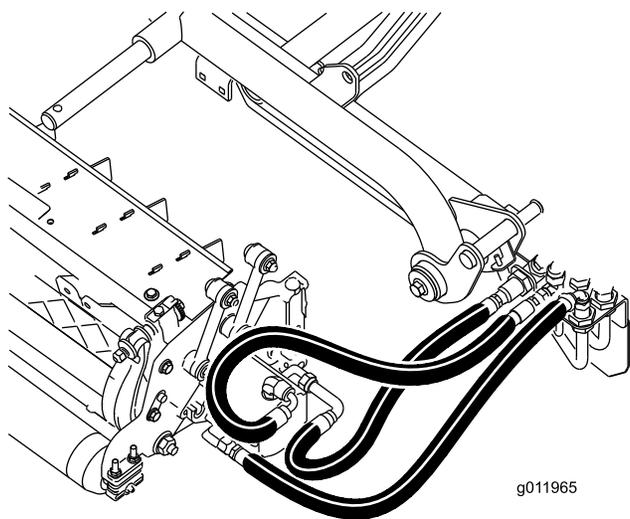

Рисунок 21
**Внимание:** Убедитесь, что шланги не перекручены и не имеют резких изгибов, а также, что шланги заднего режущего блока проложены, как показано на (Рисунок 21). Поднимите режущие блоки и сместите их влево (модель 03171). Шланги заднего режущего блока не должны соприкасаться с кронштейном тягового троса. При необходимости измените положение фитингов и/или шлангов.